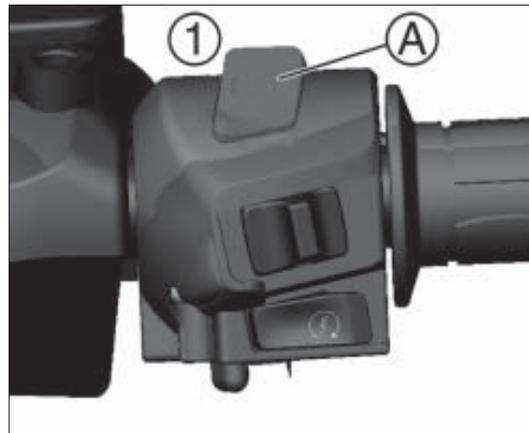

Abb. 3
1. den Motor-Stopp-Schalter A Abb. 3 in Position 1 drücken und den Zündschlüssel in Position  lassen